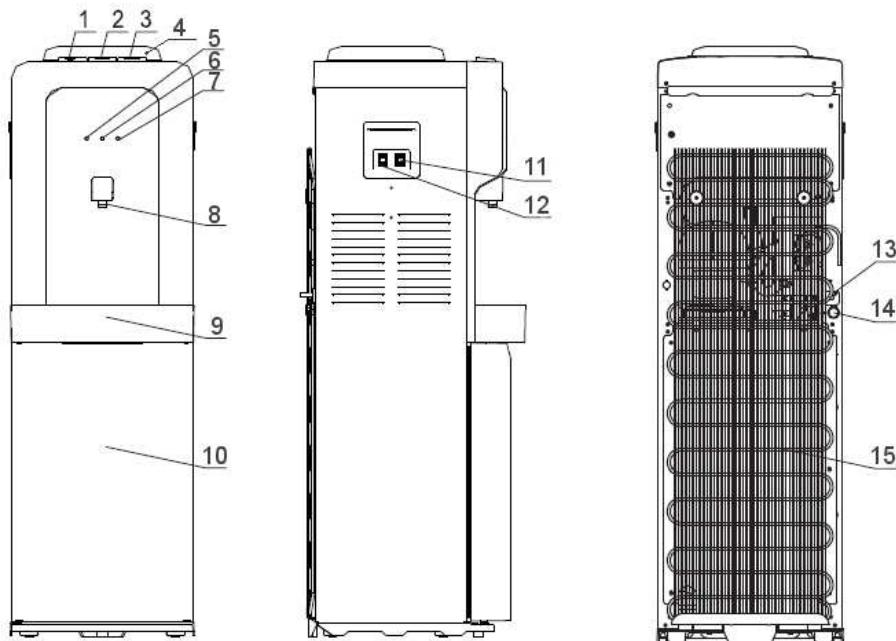

Рис. 1. Схема аппарата V900 CS (V900 BS)
3. Возьмите емкость для воды и слейте с краника холодной воды воду. Убедитесь, что горячая вода в аппарате остыла и только после этого слейте горячую воду с краника горячей воды. Остатки воды в системе необходимо слить, открыв пробку из отверстия для слива воды, расположенного на задней стенке аппарата (рис.1 - 14). Вставьте пробку обратно в отверстие для слива воды.
8. Через 5-6 часов слейте раствор из системы: слейте воду из краников холодной и горячей воды, остатки раствора слейте через отверстие для слива воды (рис.1 - 14). Вставьте пробку обратно в отверстие для слива воды.
9. Промойте аппарат чистой водой (необходимо залить в систему около 4 литров чистой воды и слить через кранники горячей и холодной воды, отверстие для слива воды (рис.1 - 14)). При необходимости повторите процедуру. Вставьте пробку обратно в отверстие для слива воды.
5. Остатки воды в системе необходимо слить, открыв пробку из отверстия для слива горячей воды (рис.1 - 14).